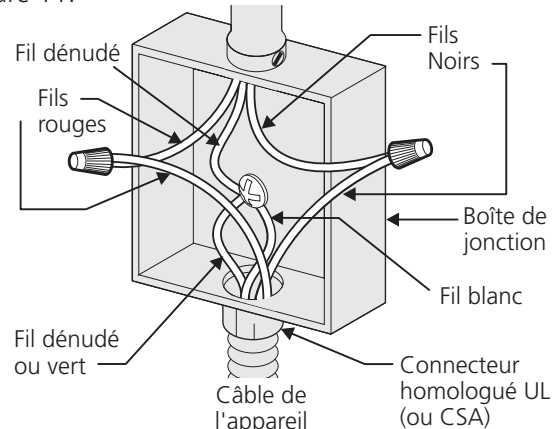

Figure 11
Si les codes locaux permettent le raccordement du conducteur de mise à la terre du châssis au fil neutre (blanc) de la boîte de jonction (voir figure 11):
2. Dans la boîte de jonction: Reliez les fils de l'appareil à ceux du câble d'alimentation tel que montré à la figure 11.